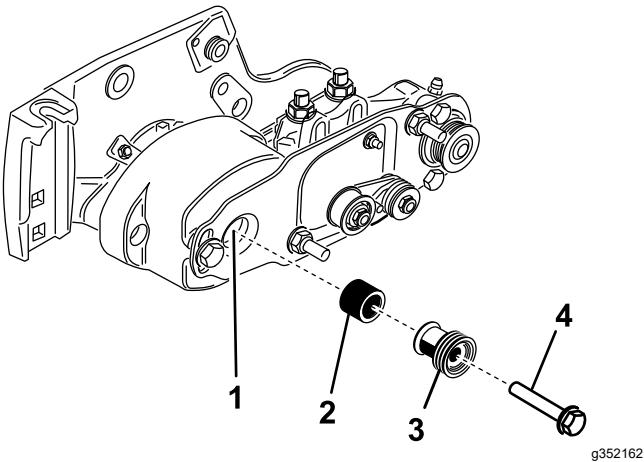

Figura 15
19. Inserte el espaciador sobre el eje en el alojamiento del cojinete (Figura 15).
20. Inserte la polea motriz en el espaciador y sobre el eje motor (Figura 15). Asegúrese de que las pestañas de la polea entran en la ranura del eje motor.
21. Sujete la polea y el espaciador al eje con un perno con arandela prensada (3/8 x 2 pulgadas) (Figura 15). **Apriete el perno a 47-54 N·m.**